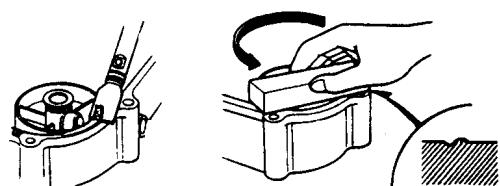

图 1-4 贴合面的处理
(13) 对发动机各贴合面上沾附的衬垫材料,应仔细去除后再行组装。若贴合面有伤痕,则应用油石仔细打磨,去除伤痕,如图1-4所示。
(14) 组装之后应注意检查各部分的紧固及动作情况。